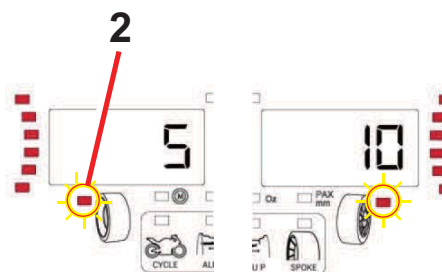

Figure 29g
14. Gire la rueda en la posición WAP siguiente (**2 Fig. 29g**).